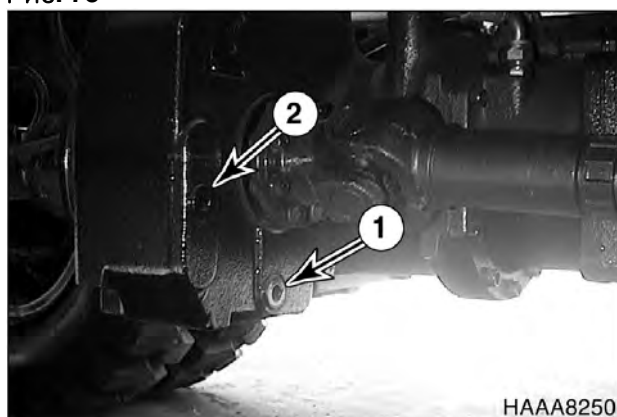

Рис. 79
2. Очистить от грязи, смазки и других посторонних веществ поверхность вокруг сливного отверстия (1, рис. 79) и заливных отверстий (2) трансмиссии.
5. Извлечь заглушку заливного отверстия (2, рис. 79) и залить соответствующую трансмиссионную жидкость до нижнего края заливного отверстия.